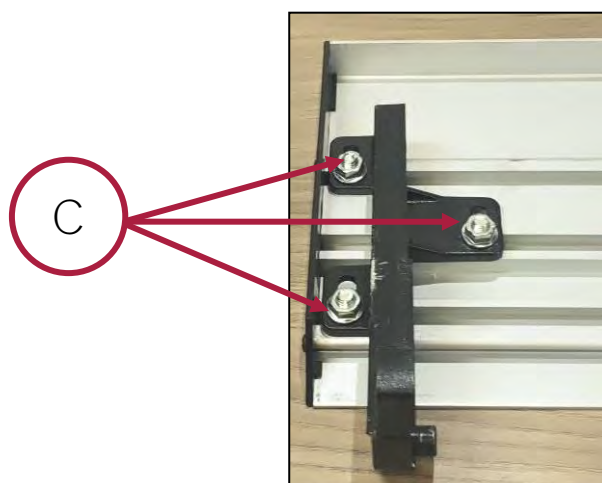

Figura 7 – Montaggio del supporto della tavola di lavoro.
2. Fissate il supporto alla tavola, tramite le 3 viti di fissaggio e le rondelle (rif. C Figura 7) fornite in dotazione.